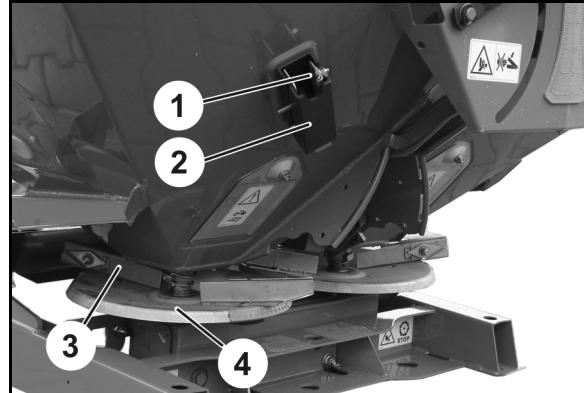

Fig. 78
1. Ta grensespredeskiven (Fig. 78/1) ut av holderen (Fig. 78/2).
2. Demonter den lange spredevingen (Fig. 78/3) på venstre spredeskive (Fig. 78/4).